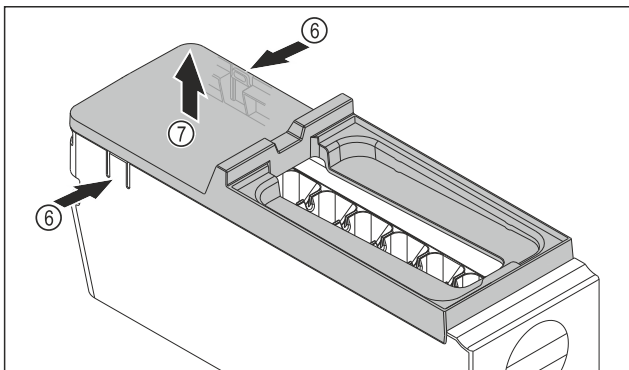

Fig. 80
- ▶ Afdekking van de EasyTwist-Ice-corpus wegnemen: Strips Fig. 80 (6) aan beide zijden van de EasyTwist-Ice-corpus met een hand indrukken.
- ▶ Afdekking Fig. 80 (7) met de andere hand van bovenaf wegnemen.